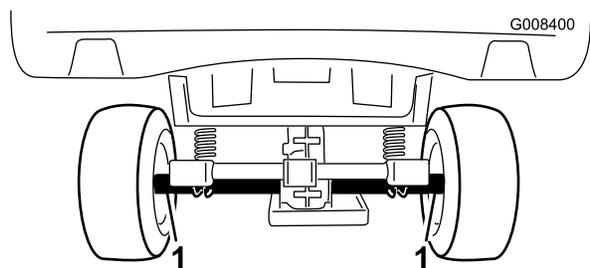
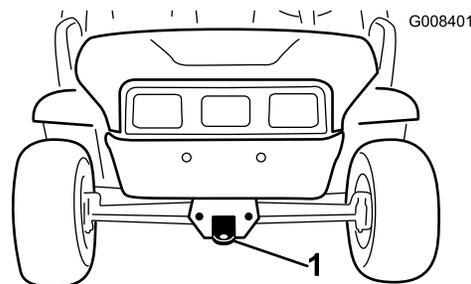

Bild 21
Bild 22
Befördern Sie die Maschine über lange Strecken auf einem Anhänger. Stellen Sie sicher, dass die Maschine auf dem Anhänger befestigt ist. In Bild 21 und Bild 22 finden Sie die Vergurtungsstellen der Maschine.
2. Befestigen Sie ein Abschleppseil an der Zunge vorne am Maschinenrahmen (Bild 22).